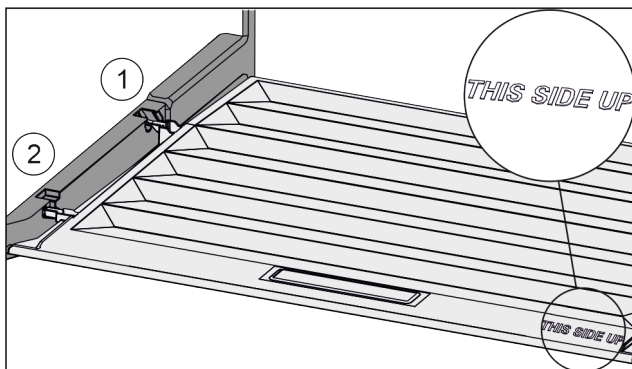

Fig. 36
- ▶ Výstupky veka zavedte cez otvor zadného držiaku Fig. 36 (1) a zaistite vpredu v držiaku Fig. 36 (2).